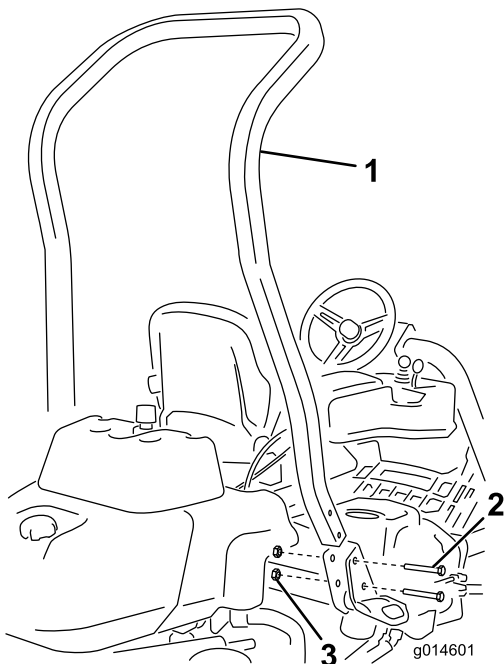

Figura 3
3. Instale a barra nas bolsas de cada lado da máquina, utilizando quatro parafusos (1/2" x 3/4") e quatro porcas flangeadas (1/2"), como se mostra na Figura 3.